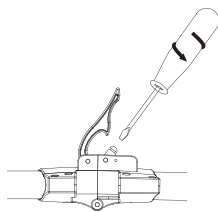
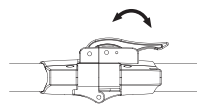

Рис. 2
Рис. 3
1. Сначала отрегулируйте винт отверткой (Рис. 2), затем непосредственно закрепите стопорным ключом (Рис. 3).